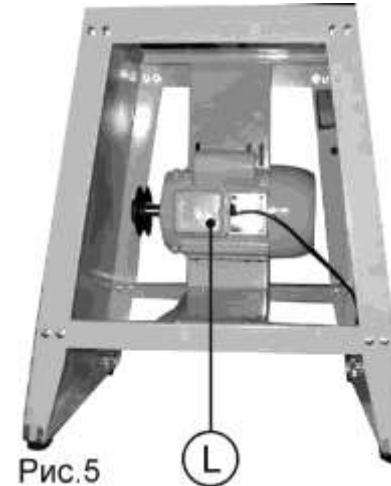

Рис.5
8.1.7. Установите узел двигателя (L) при помощи болтов с квадратными подголовками, шайб и гаек, как показано на Рис. 5.